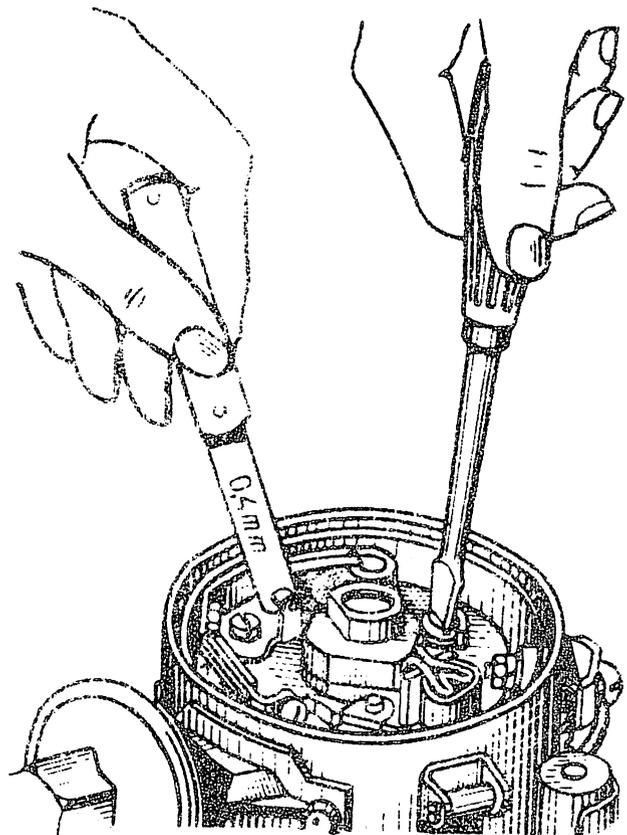
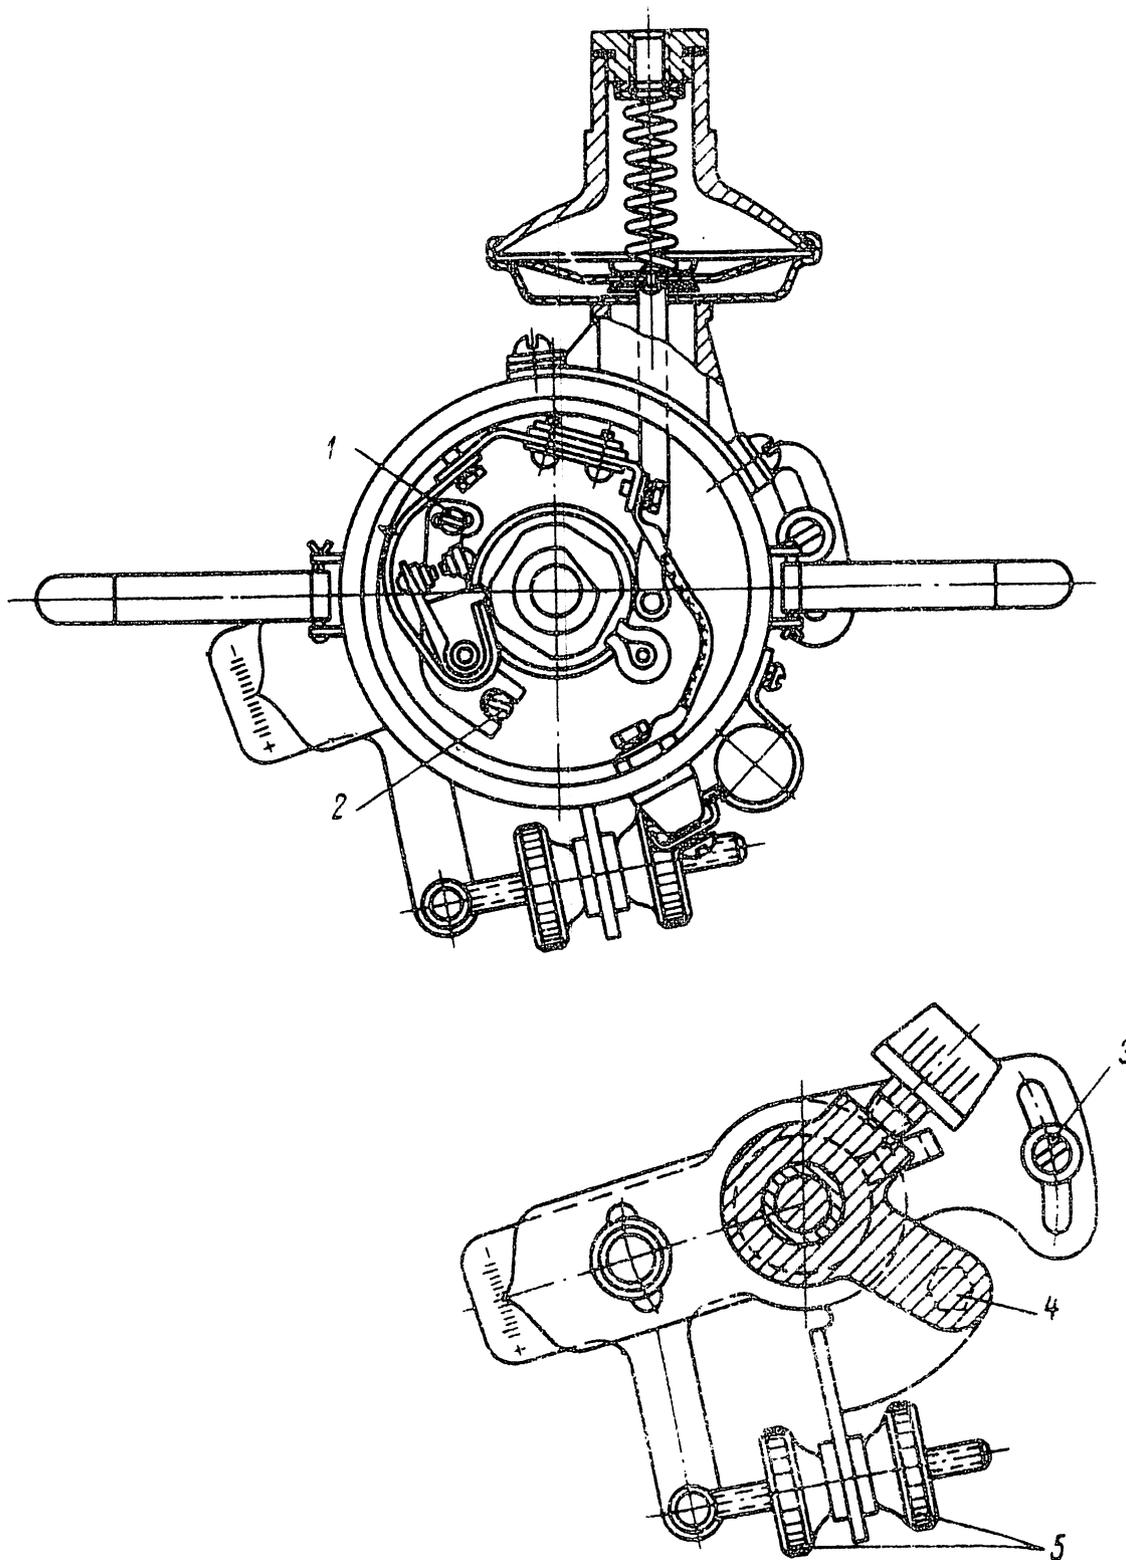

Abb. 21. Einstellung des Abstandes zwischen den Unterbrecherkontakten
Abb. 22. Zündverteiler-Unterbrecher:
2. Den Zündverteiler trocken und sauber halten. Die Kontakte sind mit Wildleder abzuwischen, und bei Verschleiß oder Verkohlung mit einer Nadelfeile zu reinigen. Der Luftspalt im Verteiler ist jede 6000 *km* zu überprüfen. Der Spalt zwischen den Kontakten (Abb. 21) muß im völlig geöffneten Zustand 0,35—0,45 *mm* groß sein. Zum Regulieren des Spaltes sind die Fixierschraube 1 (Abb. 22) zu lockern und die Regulierschraube 2 zu drehen. Nach Einstellen ist die Fixierschraube festzuziehen.